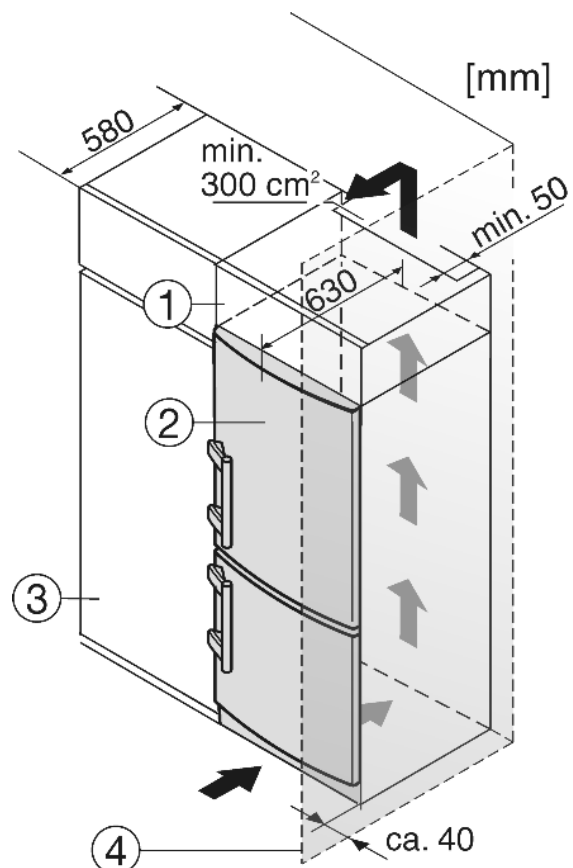

Fig. 9
- (1) Дополнительный шкафчик
- (2) Устройство
- (3) Кухонный шкаф
- (4) Стенка
Устройство может быть окружено предметами кухонной обстановки. Чтобы уравнять устройство Fig. 9 (2) по высоте с кухонной стенкой, можно установить над устройством соответствующий дополнительный шкафчик Fig. 9 (1).
При комбинировании с обычными кухонными шкафами (глубина макс. 580 мм) устройство можно установить непосредственно рядом с кухонным шкафом Fig. 9 (3). Дверца устройства выступает по сторонам на 34 мм и по центру устройства на 50 мм относительно передней стенки кухонного шкафа. Поэтому ее можно свободно открывать и закрывать.
Если устройство установлено на шарнирах у стены Fig. 9 (4), то расстояние между устройством и стеной должно быть не менее 40 мм. Настолько выступает ручка при открытой дверце.